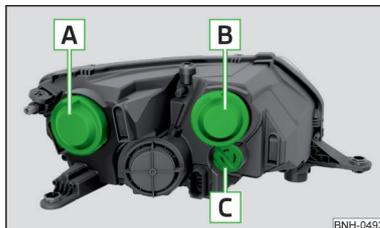

Fig. 188
Orden de bombillas » fig. 188
- » Retirar la tapa protectora **A** » fig. 188 de la pág. 187.
» Retirar la tapa protectora **A** » fig. 188 de la pág. 187.
- » Retirar la tapa protectora **B** » fig. 188 de la pág. 187.
- » Colocar la tapa protectora **B** » fig. 188 de la pág. 187.
- Retirar la tapa protectora [B] » fig. 188 de la pág. 187.
- Colocar la tapa protectora [B] » fig. 188 de la pág. 187.